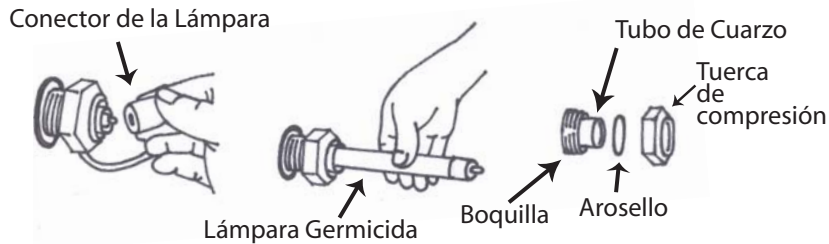

Fig. 2
Para cambiar la lámpara germicida UV desconéctela quitando los tapones conectores a ambos lados y la mirilla. Deslice la lámpara con cuidado hasta sacarla. Inserte la lámpara nueva de la misma manera y coloque los tapones conectores (Fig. 2).
3. Drene y vacíe la cámara de agua. Puede dejar entrar aire aflojando una de las tuercas de compresión (Fig. 2).
5. Con cuidado, quite las tuercas de compresión (Fig. 2), usando la herramienta especial proporcionada. Saque el tubo con cuidado ya que es frágil y puede despostillarse.